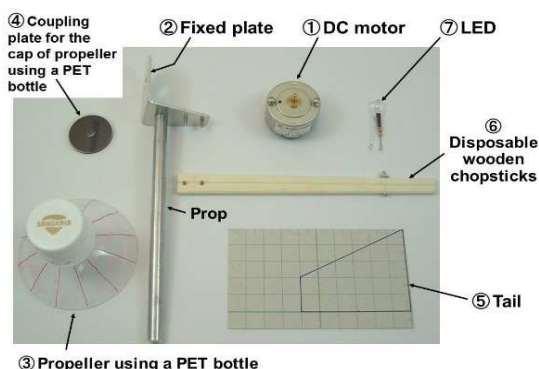

Fig.1 A component of the windmill with a propeller using a PET bottle
Fig.1 に、ペットボトル形風車の構成部品を示す。図から①DC モータを②固定プレートに取り付ける。③500ml 用ペットボトルのキャップ側を切り取り、赤い線を入れた箇所をハサミで切ってプロペラのプレートとする。さらにペットボトルのキャップと DC モータのシャフトを④結合プレートにより接続する。次に工作用紙に⑤尾翼の形状を画き、ハサミで切り取る。この尾翼を⑥割り箸の隙間に入れて2φのビス、ナットで固定し、⑥割り箸の左側の2つの穴を②固定プレートにビス止めする。最後に⑦LEDのA~K端子を①DC モータの+、一端子にハンダ付けする。